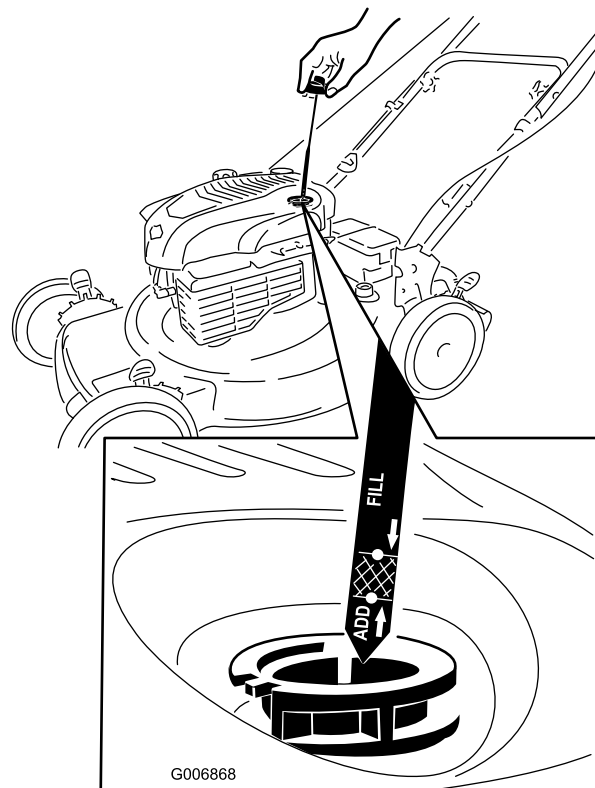

Figura 13
1. Retire la varilla, límpiela, y vuelva a colocarla (Figura 13).
2. Retire la varilla y compruebe el nivel de aceite (Figura 13). Si el nivel de aceite está por debajo de la marca "Add" de la varilla, vierta **lentamente**